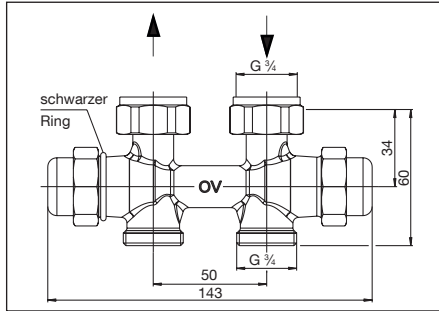
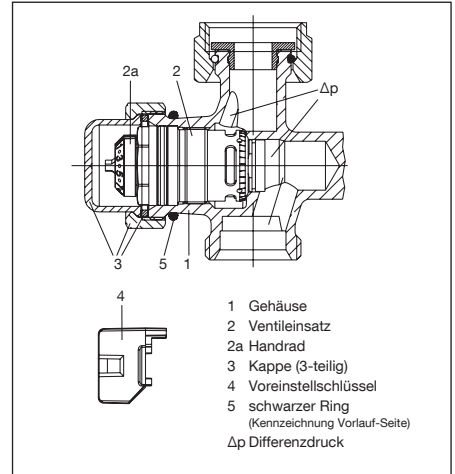
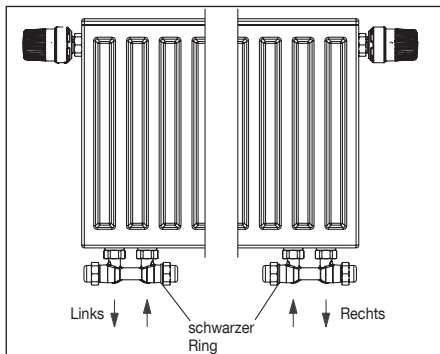

Abb. 3 Durchgang
Abb. 5 Aufbau Durchflussregler
Abb. 6 Zuordnung der Ausführung links / rechts
Der maximale Volumenstrom kann durch Voreinstellung mit dem Voreinstellschlüssel (Pos. 4, Abb. 5) eingestellt werden (siehe Punkt 6.2.1).
Mit angeschlossenem Messgerät wird der anstehende Differenzdruck am Ventilgehäuse gemessen. Hierzu muss zunächst die Kappe (Pos. 3, Abb. 5) abgeschraubt werden, dann der Ventileinsatz (Pos. 2, Abb. 5) mittels „Demo-Bloc“ herausgeschraubt und anschließend der Differenzdruck mit der Differenzdruckmessspindel gemessen werden. Sobald der gemessene Differenzdruck gleich oder größer als der Differenzdruck Δp_{min} (siehe 4.1) ist, steht ausreichend Differenzdruck für die automatische Durchflussregelung der Armatur zur Verfügung.
Die Verschraubung „Multiflex FQ“ muss in der vorgegebenen Durchflussrichtung durchströmt werden (siehe Abb. 3, 4 und 6). Die Position des Vor- und Rücklaufanschlusses ist unbedingt einzuhalten. Der Vorlauf muss an der Armatureseite des Durchflussreglers, gekennzeichnet durch einen schwarzen Ring (Pos. 5, Abb. 5), angeschlossen werden. Bei der Eckform sind die Ausführungen links bzw. rechts erhältlich (Zuordnung s. Abb. 6).
2. Ventileinsatz „QA“ (Pos. 2, Abb. 5) und Absperr-einsatz „Combi LR“ auf der Gegenseite mit Schlüssel SW 19 aus dem Gehäuse herauserschrauben.
4. Den schwarzen Ring (Pos. 5, Abb. 5) zur Kennzeichnung des Vorlaufanschlusses demontieren und auf der Gegenseite („QA“-Ventileinsatz) anbringen.
Bei der Montage der Rohrleitungen auf parallele und spannungsfreie Zuführung achten. Die Position des Vor- und Rücklaufanschlusses ist unbedingt einzuhalten, da die Verschraubung in der vorgegebenen Durchflussrichtung durchströmt werden muss. Die Seite der Armatur, an die die Vorlaufleitung angeschlossen werden muss ist durch einen schwarzen Ring gekennzeichnet (Pos. 5, Abb. 5).
Zunächst die Kappe der Vorlaufseite (Kennzeichnung schwarzer Ring, Pos. 5, Abb. 5) entfernen.
Die Voreinstellung entsprechend dem gewünschten Wert mit dem Voreinstellschlüssel (Pos. 4, Abb. 5) einstellen. Die Einstellung kann nur mit dem beiliegenden Voreinstellschlüssel durch Aufsetzen auf das Handrad (Pos. 2a, Abb. 5) erfolgen. Dies schützt vor einer Manipulation durch Unbefugte.
1. Kappe der Vorlaufseite (Kennzeichnung schwarzer Ring, Pos. 5, Abb. 5) entfernen.
Der Ventileinsatz (Pos. 2, Abb. 5) ist ohne Entleeren der Anlage mittels „Demo-Bloc“ aus dem Gehäuse (Pos.1, Abb. 5) zu schrauben.